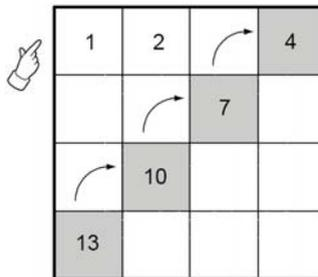

Bild 7: Kvitteringssignal aktiverad / avaktiverad
- Tryck på tryckknapparna 13 - 10 - 7 - 4 - 1 i ordningsföljd (se bild 7). Kvitteringssignalen är aktiverad.